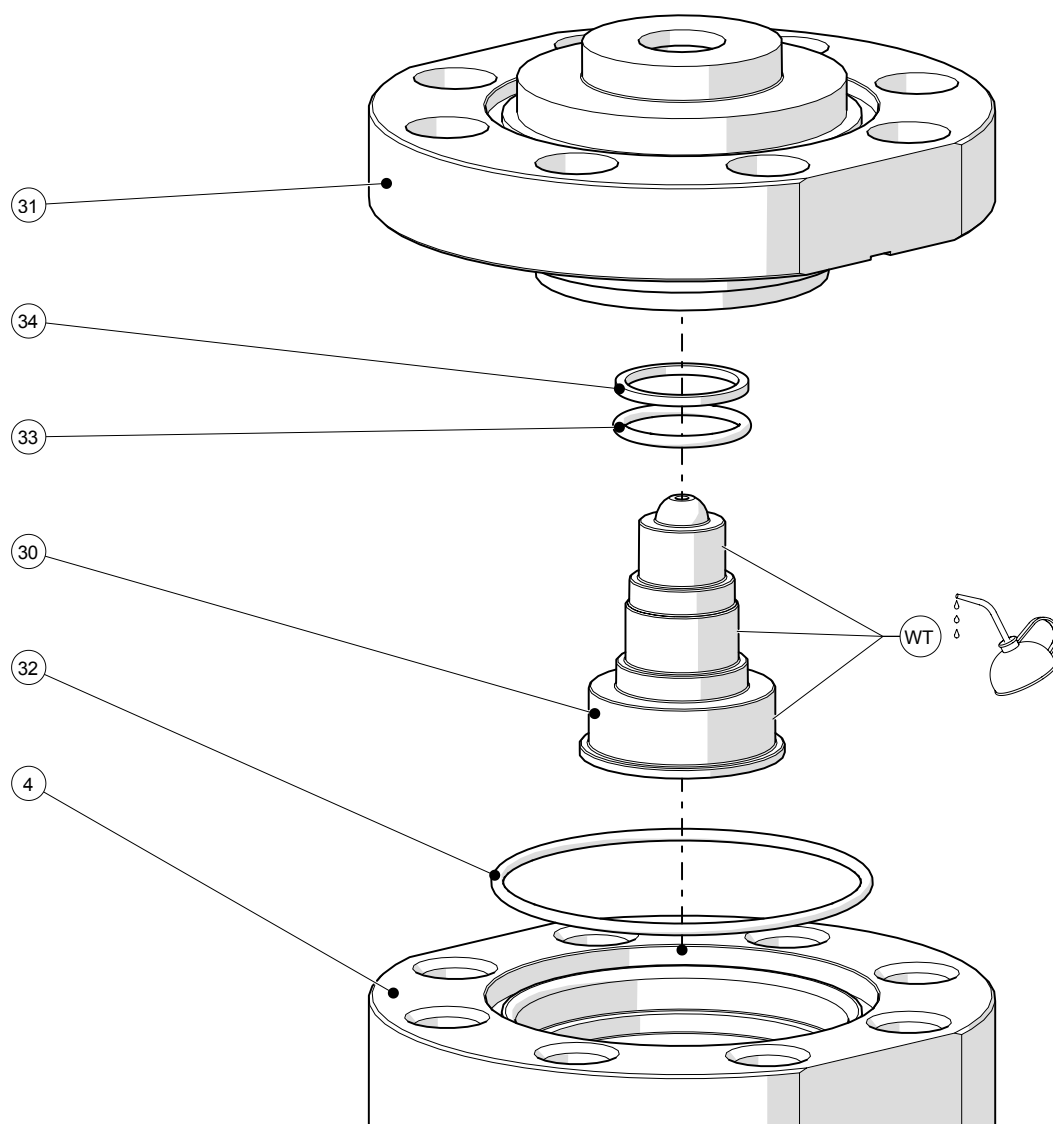

Figura 17
Vea la Figura 17.
1. Lubrique ligeramente los escalones de cierre primarios del pistón (30).
2. Instale la junta tórica del pistón (33) y el anillo soporte del pistón (34) en el pistón (30). Asegúrese de que estén correctamente ordenados, como se muestra en la Figura 17.
3. Introduzca el pistón (30) en la placa del pistón (31).
4. Instale la junta tórica del cuerpo (32) en el cuerpo (4) y, a continuación, instale la placa del pistón (31) en el cuerpo (4) alineando los planos de ambos componentes.